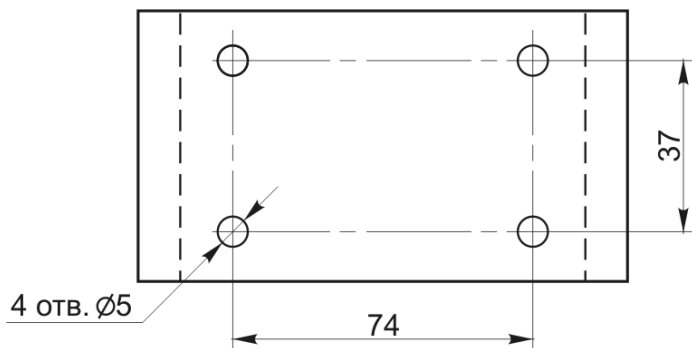

Рис. 2. Крепёжная площадка МПП «Гарант-7»
6.3. Закрепить крепёжную площадку модуля в соответствии с определенными местами (по п. 6.2) и разметкой отверстий (рис. 2).